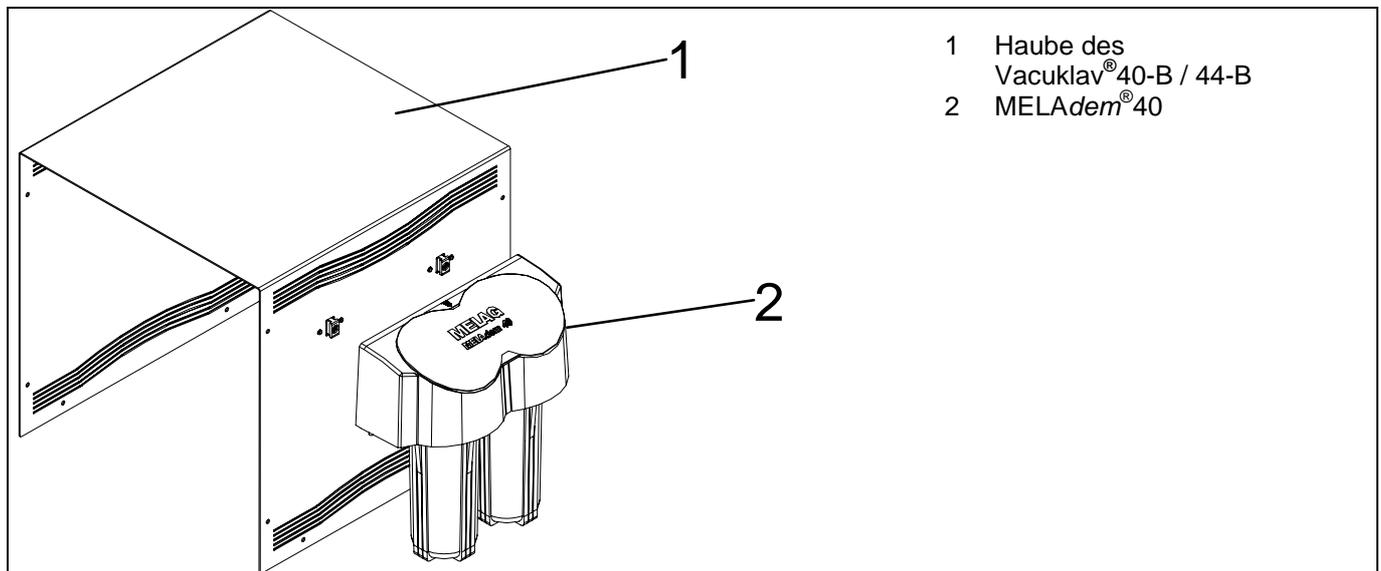
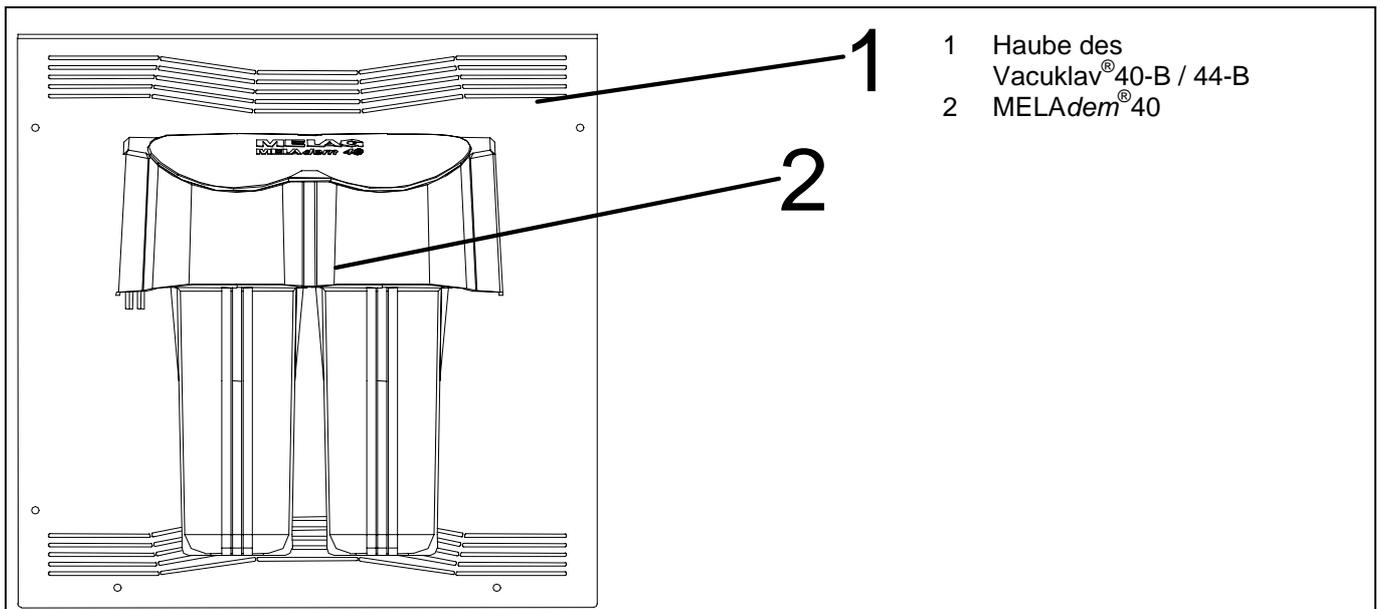

Abbildung 5: Position vor dem Einhängen der MELAdem[®]40 an den Vacuklav[®]40-B / 44-B
Abbildung 6: Korrekter Sitz der MELAdem[®] 40 an der Haube des Vacuklav[®] 40-B / 44-B
3. MELAdem[®] 40 wie in Abbildung 5 senkrecht von oben einhängen und nach unten schieben bis das Gehäuse der MELAdem[®] 40 in die Aufnahmen einrastet. Die Endposition ist in Abbildung 6 zu sehen.